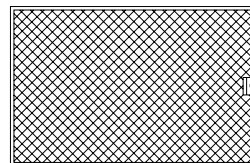

Рис. 3
4. Алюминиевый жироулавливающий фильтр, находящийся под откидной панелью (см. рис. 3).
Рис. 3а
Дополнительным аксессуаром для вытяжки является угольный фильтр (в комплект не входит, рис. 3а).